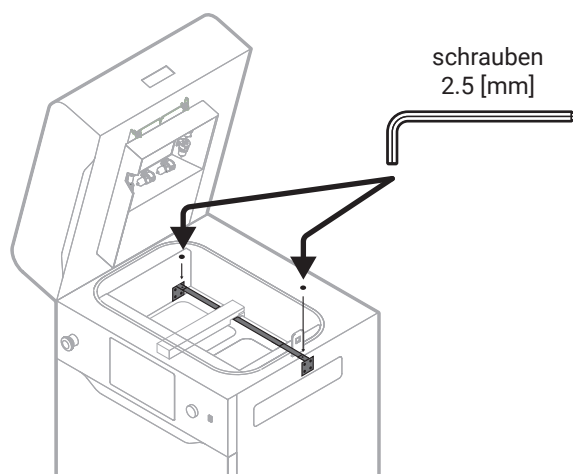

Abb. 17 Festschrauben des Strips.
10. Indem Du den 2.5 mm Inbusschlüssel verwendest, schraube den Recoater Strip mit zwei M3x6 Schrauben an beide Winkeln vor (Abb. 17).